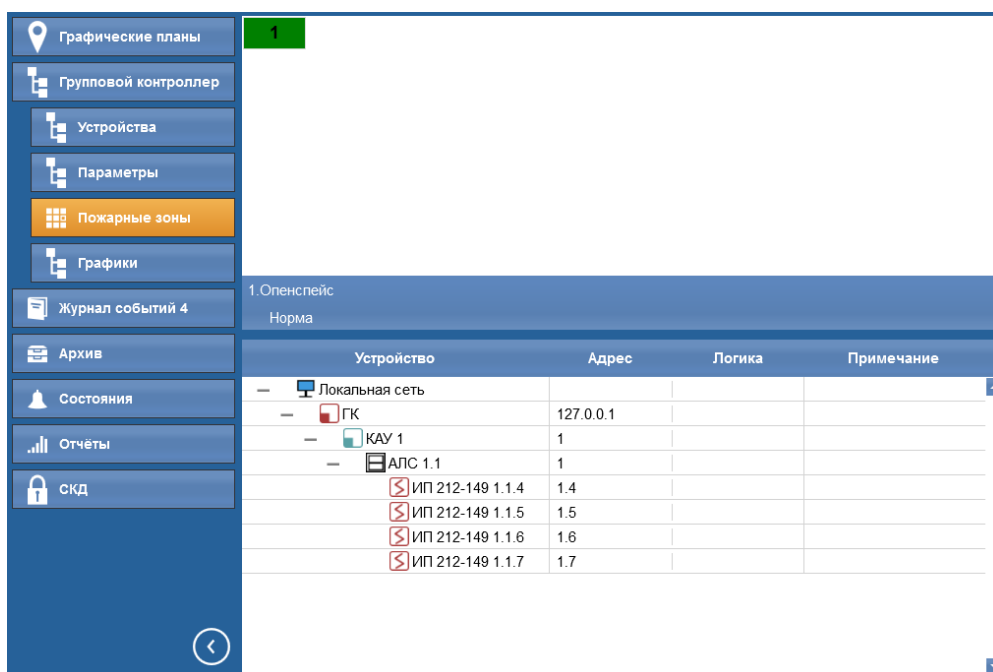

Рисунок 11.5 – Ветвь дерева устройств во вкладке "Пожарные Зоны"
1. **Показать в дереве**, выбор которой открывает окно (рисунок 11.5) вкладки с полем пожарных зон, в котором прямоугольник рассматриваемой зоны выделен цветом.